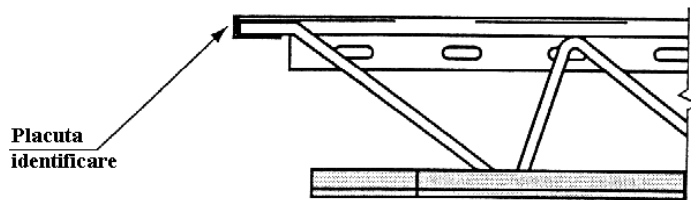

Fig. 2 – Plăcuță de identificare la capătul lateral al grinzii
- grinzile HAMBRO poartă o plăcuță de identificare (fig. 2) la capătul lateral al grinzii: